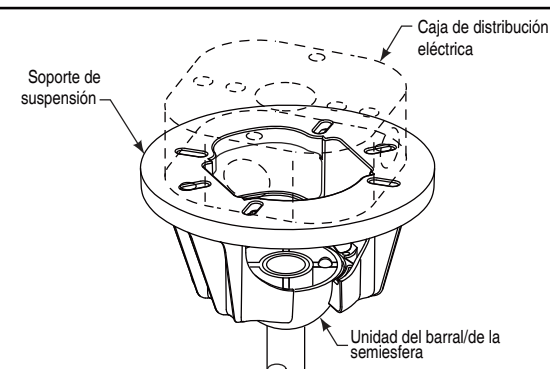

Figura 12
2. Levante cuidadosamente el ventilador y coloque el ensamblaje de la bola para colgar/varilla en la abrazadera para colgar que acaba de fijar a la caja de salida. Asegúrese de que la ranura de la bola esté alineada con la lengüeta de la abrazadera para colgar. (Figura 12)